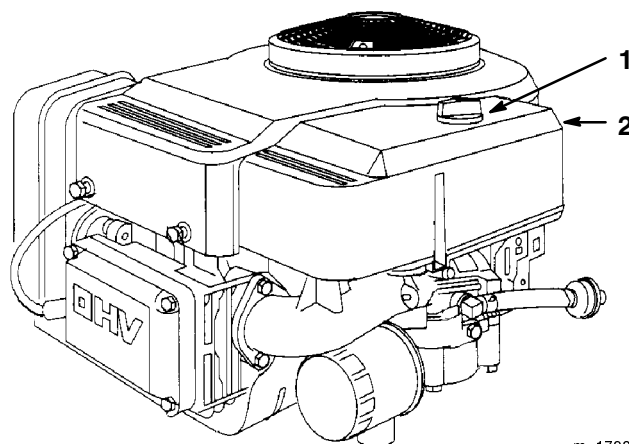

Figure 23
3. Nettoyez la surface autour du filtre à air pour éviter que des impuretés s'introduisent dans le moteur et l'endommagent. Dévissez le bouton et déposez le couvercle du filtre à air (Fig. 23).
3. Reposez le couvercle du filtre à air et le bouton (Fig. 23). Serrez solidement le bouton.